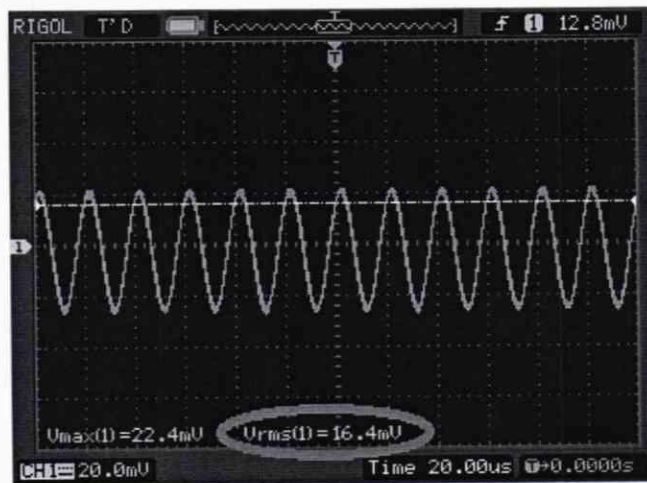
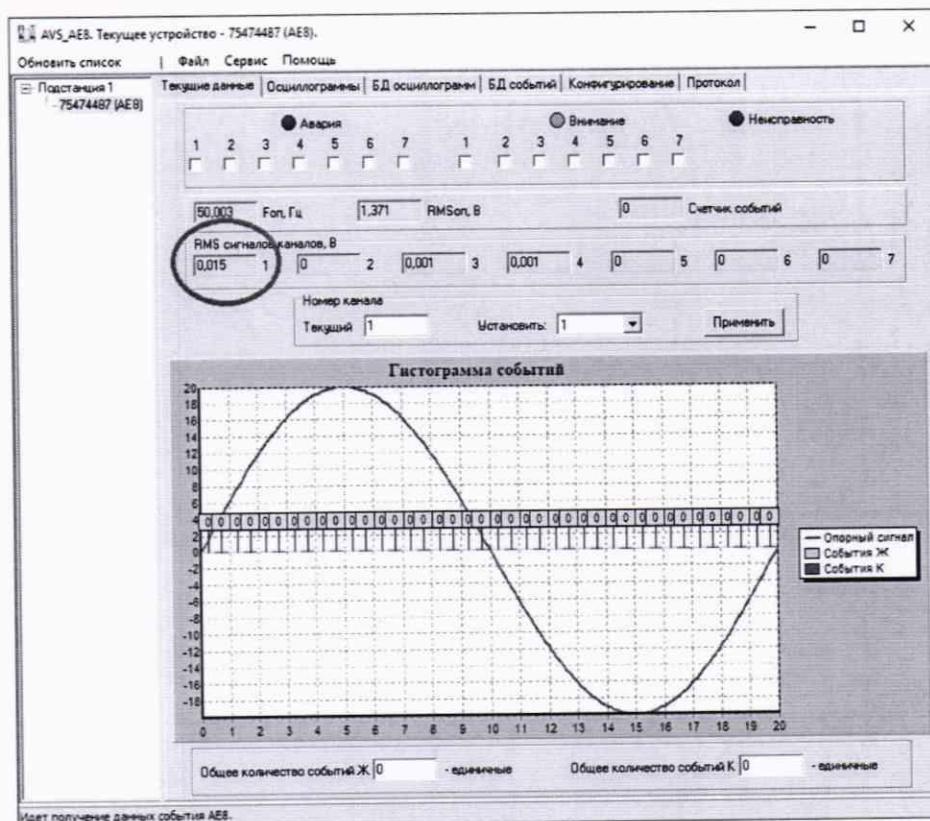

Рисунок 13 – Результат измерения U_{rms} осциллографом
Рисунок 14 – Результат измерения U_{rms} поверяемым блоком
10.1.2.3 Подайте на измерительную схему заданный сигнал. Произведите одновременный отсчет показаний на экране осциллографа ($U_{СКЗ}$) (рисунок 13) и в программе «AVS-AE8» поверяемого блока (рисунок 14). Красным маркером указано, в каком поле необходимо снимать показания). Результаты измерений занесите в таблицу 5.